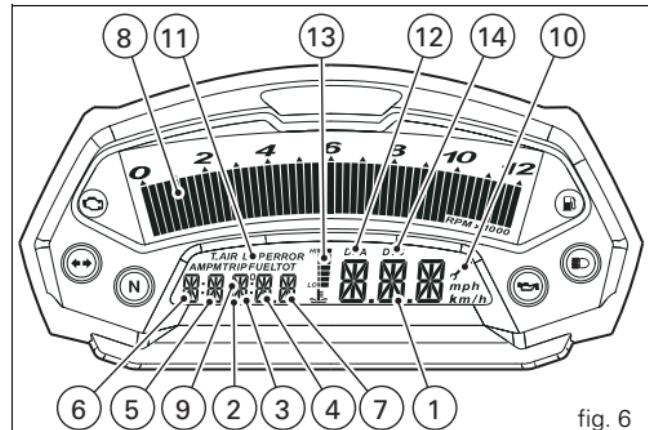

fig. 6
10) Service indicator (fig. 6).
11) LAP function (fig. 6).
12) DDA function (fig. 6).
13) Oil temperature indicator (fig. 6). **Important**
14) Ducati Traction Control (DTC) (fig. 6).